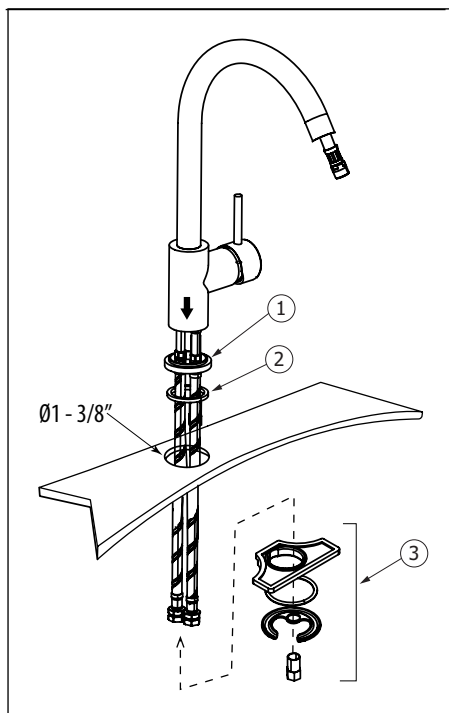

Fig.1
Insert the faucet flexible hoses into the hole of your sink or countertop and secure it with mounting kit (3) as shown (Fig.1).
Insérer les flexibles du robinet dans le trou du lavabo ou du comptoir et fixer le robinet avec les pièces prévues pour l'ensemble de fixation (3) tel qu'illustré (Fig.1).